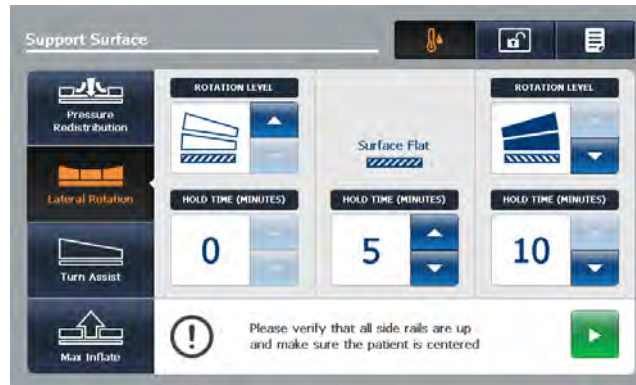

Figure 2-55 : Mise en marche d'une rotation latérale unilatérale
2. Toucher la flèche **vers le haut** du côté opposé, jusqu'à l'angle voulu (Figure 2-55 à la page 2-71).
3. Régler le temps de maintien voulu (Figure 2-55 à la page 2-71).